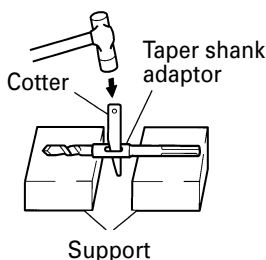

Fig. 13
(2) Mettre l'appareil sous tension et percer un trou de base.
(3) Après avoir retiré la poussière avec une seringue, fixer le mandrin à la pointe du sabot et l'enfoncer dans le sabot avec un marteau.
(4) Pour retirer la mèche à queue conique, insérer une clavette dans la fente du raccord de queue conique et frapper sur la clavette avec un marteau. (Fig. 13)